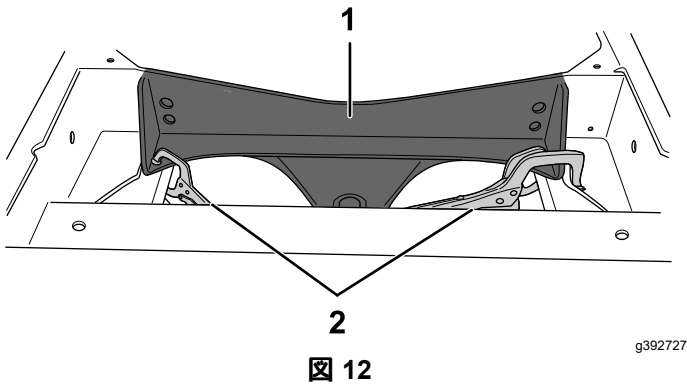

図 12
1. 新しいアクスルサポートの位置決めを行う。クランプと金属用のサポートプレートを使用して、図 12のように固定する。アクスルサポートが既存のフレームと面一であること、すきまがないことを確認する。